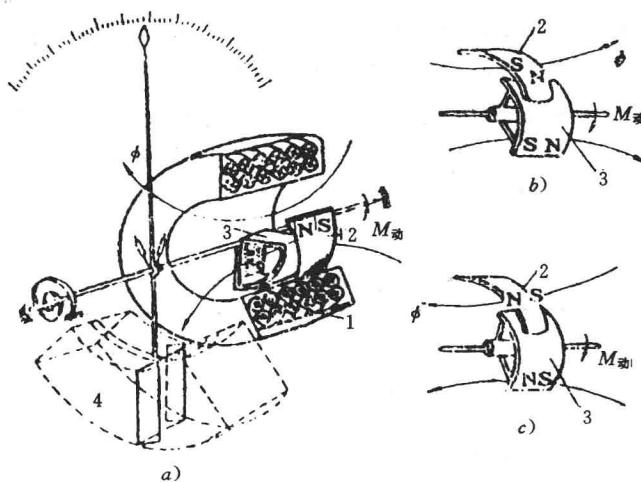

图 1.1-2 电磁系仪表测量机构
(2) 电磁系仪表 电磁系仪表的测量机构见图 1.1-2。它由固定部分——通有电流的固定线圈 1 和固定在线圈内圆上的铁片 2 与可动部分——转轴、游丝、指针和可动的铁片 3 组成。当线圈中有电流时被磁化的静铁心与动铁心相互作用而产生转动力矩，当转动力矩与游丝的反作用力矩相等时，指针停止摆动，指出被测量数值。当通过线圈的电流方向改变时，磁场方向和被磁化铁心的极性也随着改变，转动力矩的方向保持不变，所以可用于交、直流电流、电压的测量。